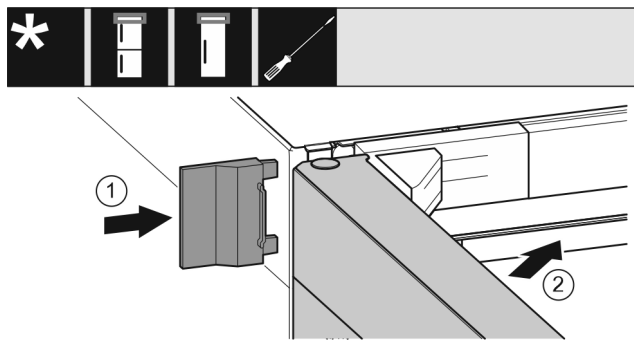

Fig. 25
- ▶ 插入外盖 Fig. 25 (1)。
- ▶ 关闭冰箱上方门 Fig. 25 (2)。